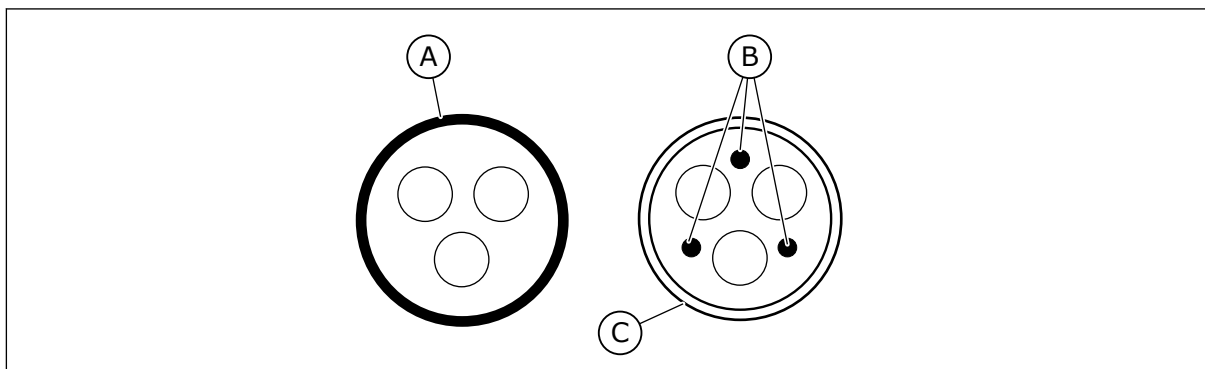

Рис. 36: Кабели с проводом защитного заземления
2. Симметричный кабель питания, снабженный концентрической защитной проволокой. Кабель для указанного напряжения сети электроснабжения. Рекомендуется использовать кабель МСМК. См. Рис. 36.
3. Симметричный кабель питания, снабженный плотным низкоомным экраном. Кабель для указанного напряжения сети электроснабжения. Рекомендуется использовать кабель МССМК или ЕМСМК. Рекомендуемое полное проходное сопротивление кабеля (в диапазоне 1–30 МГц): не более 100 мОм/м. См. Рис. 36. \* = для обеспечения уровня электромагнитных помех С2 требуется круговое (360°) заземление экрана с помощью кабельных вводов со стороны двигателя.